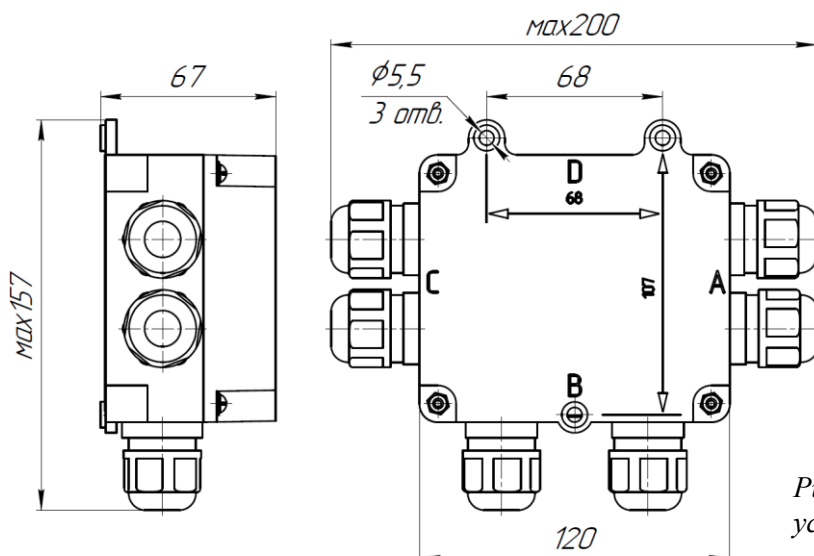
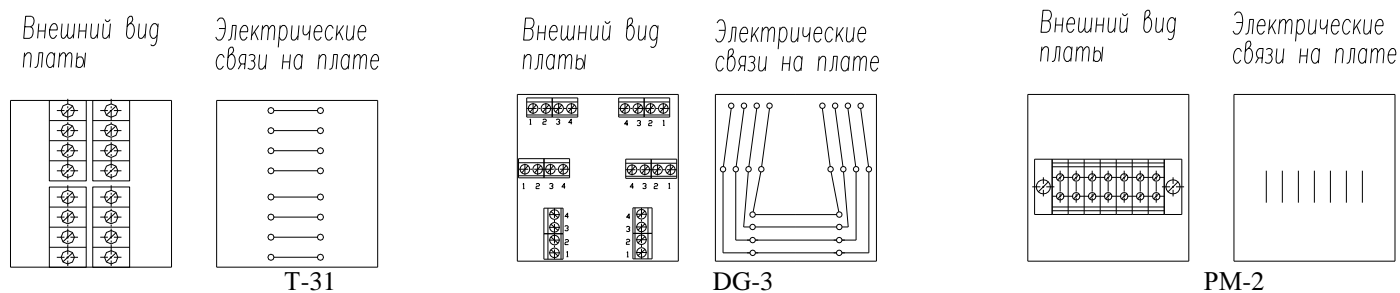

Рис. 1. Установочные и габаритные размеры устройства соединительного УСБ-Ех «СЕВЕР».
Рис. 3. Электрические связи на плате устройства соединительного УСБ «СЕВЕР»
- 3.8. Габаритные и присоединительные размеры приведены на рис.1;
5.2 Установочные размеры устройства соединительного приведены на рис.1. Внутри корпуса изделия установлена печатная плата, на которой расположены винтовые клеммники для подключения соединяемых проводников. Максимальное напряжение, ток и сечение соединяемых проводников, определяются типом клеммников, установленных в устройство соединительное. Электрические связи на плате между клеммниками представлены на рис. 3.